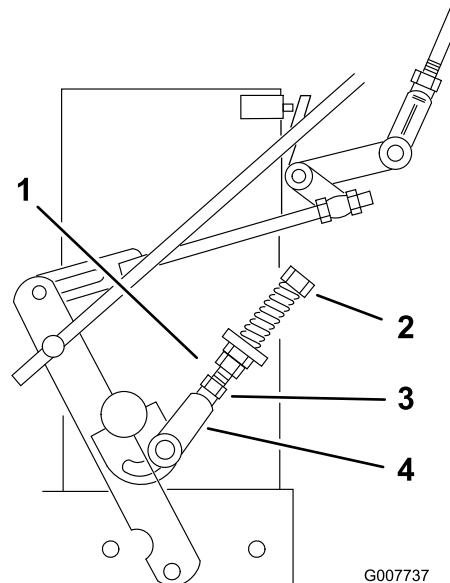

Bild 31
Neutral-Steuergestänge eingestellt werden (**Bild 31**). Wenn das Rad stoppt, gehen Sie auf Schritt 12.
10. Lösen Sie die Mutter gegen den Neutral-Steuergestängebügel (**Bild 31**).
11. Stellen Sie das Neutral-Steuergestänge ein, bis sich das entsprechende Antriebsrad nicht mehr dreht, wenn der Antriebshebel gegen die Neutral-Feder (Neutral-Stellung gezogen wird) (**Bild 31**).
12. Drehen Sie die Einstellschraube um ca. eine Viertelumdrehung nach rechts, wenn sich das Rad rückwärts dreht, oder drehen Sie die Schraube um ca. eine Viertelumdrehung nach links, wenn sich das Rad vorwärts dreht (**Bild 31**).